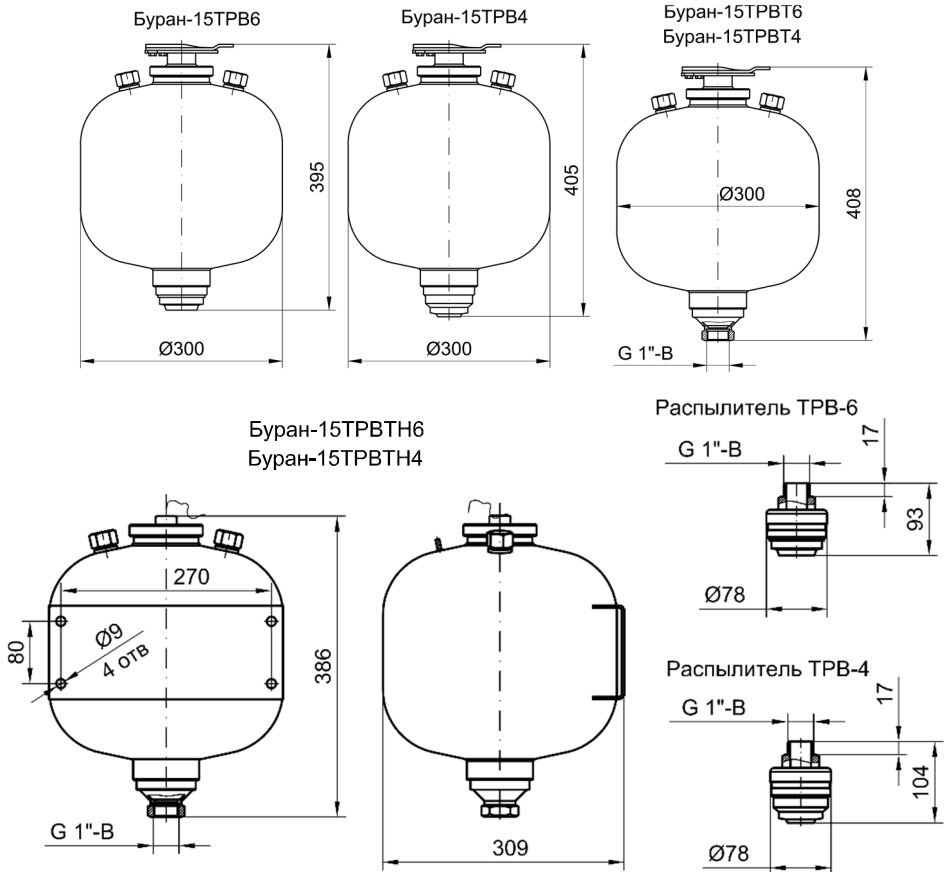

Рис. 1. Габаритные и присоединительные размеры модификаций модулей пожаротушения тонкораспыленной водой «Буран-15ТРВ».
4. Габаритные размеры, мм	см. рис.1
Модуль размещается непосредственно на защищаемом объекте (в помещении) и монтируется к горизонтальной части конструкции объекта при этом крепежные элементы должны выдерживать статическую нагрузку в вертикальном направлении не менее 140 кг. Координаты крепления модуля см. рис. 1.
Модуль размещается непосредственно на защищаемом объекте (в помещении) и монтируется на стене или вертикальной части конструкции объекта. При этом крепежные элементы должны выдерживать статическую нагрузку в вертикальном направлении не менее 140 кг. Координаты отверстий крепления модулей указаны на рис. 1.